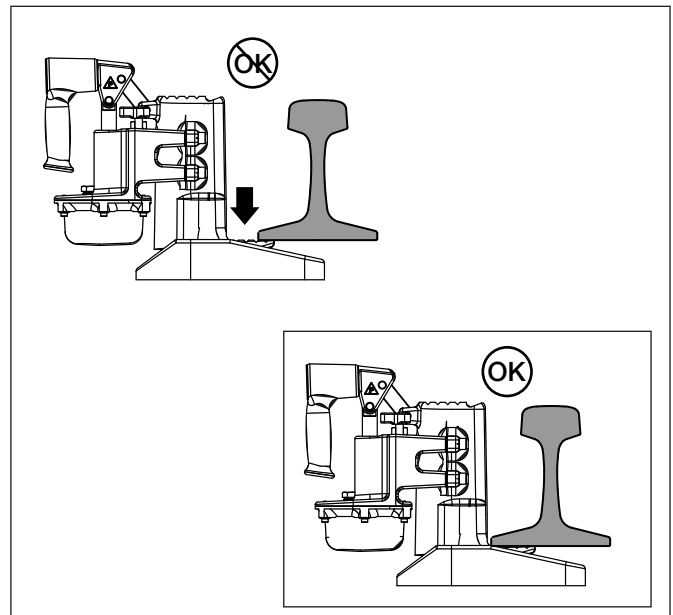

Abbildung 3, ordnungsgemäßes Anliegen der Klaue
- Wann immer möglich, muss die Hubklaue des Hebers vollständig an der Schiene anliegen. Sollte dies nicht möglich sein, müssen Sie sicherstellen, dass die Hubklaue zu MINDESTENS 50 PROZENT an der Schiene anliegt. Wenn sie weniger als 50 Prozent anliegt, kann dies zu Instabilität beim Anheben und zu einer übermäßigen Belastung des Hebers führen. Der Heber könnte dadurch beschädigt werden. Siehe Abb. 3.